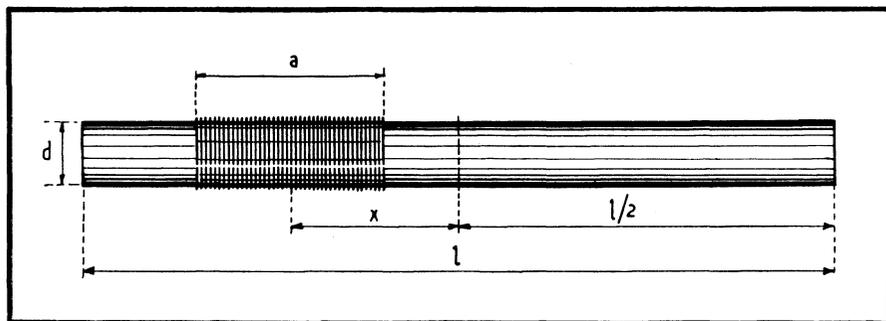

Fig. 1. — Dimensions à considérer dans le cas d'un seul bobinage.
Le bâtonnet utilisé pour la réalisation des antennes est pour ainsi dire toujours en ferroxcube, de quelque 10 mm de diamètre, dont la longueur l (fig. 1) varie suivant la place dont on dispose, et les performances recherchées, entre 100 et 250 mm. Le bobinage d'entrée, P.O. ou G.O., prend la forme d'un cylindre pouvant coulisser,
5. — La perméabilité effective varie également en fonction de la position de la bobine sur le bâtonnet, et cette propriété est mise à profit pour ajuster la « self » de la bobine lors de la mise au point ou de l'alignement de l'appareil : on déplace la bobine le long du bâtonnet, et on l'immobilise ensuite à l'aide d'un peu de cire ou de vernis H.F. La plage de variation de la self-induction qu'il est possible d'obtenir par ce procédé varie, encore une fois, suivant la forme de la bobine et suivant la qualité du ferroxcube employé. Encore une fois, si nous désignons par L_1 la « self » de la bobine qui se trouve au milieu du bâtonnet, et par L_2 celle de la même bobine occupant une certaine position intermédiaire entre le milieu et l'une des extrémités, nous pouvons exprimer le rapport L_2/L_1 en fonction du rapport $2x/l$ (fig. 1). Pour le ferroxcube